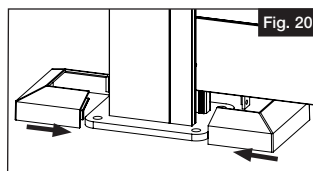

Fig. 20
- 15.** Cada poste cuenta con dieciséis (16) tornillos, pero no necesariamente se utilizan todos los tornillos durante la instalación. Para mayor seguridad, utilizar los tornillos restantes para sujetar los tablonetes de relleno a los postes. Los tornillos deben estar distribuidas uniformemente entre la parte superior y la parte inferior de la rampa y utilizados en cada extremo de las juntas. Localizar los tornillos a medio camino entre los tres travesaños (a mitad de camino entre el travesaño superior y el intermedio, a mitad de camino entre el travesaño intermedio y el inferior) para obtener los mejores resultados. Estos tornillos entrarán en el canal, alineados con los tornillos utilizados para fijar los travesaños en su lugar (Fig. 20).
Montar la moldura base del poste sobre la chapa. Tomar un lado del anillo embellecedor e insertar los tapones a través de los agujeros de debajo. Tomar la segunda mitad del anillo embellecedor y encajarla con el otro lado (Fig. 20). Deslizar el anillo sobre la placa para un aspecto acabado.